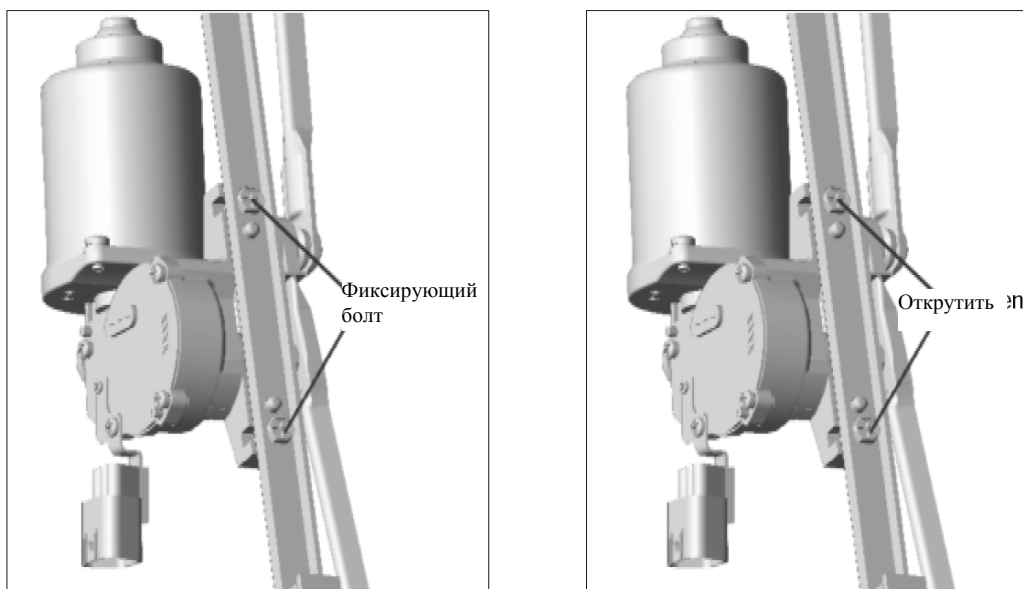

Рис. 347
(5) Открутите 2 болта крепления двигателя стеклоочистителя(рис. 347)
(6) Воспользуйтесь специальным инструментом для отсоединения плеча кривошипного вала от соединительного штока стеклоочистителя